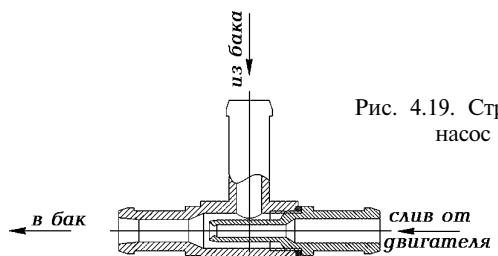

Рис. 4.19. Струйный насос
**Насос струйный** (рис. 4.19) предназначен для принудительной перекачки топлива из левого бака в правый.